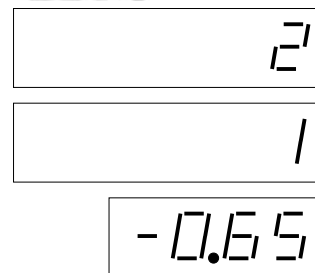

Рис. 20 Установка калибровочного отклонения, сторона В, пистолет 1
- в строке цены за единицу отображается калибровочное отклонение измерительного устройства с точностью до 0,05 % (десятичная точка отображается только на DISP LCD) см. рис. 20.